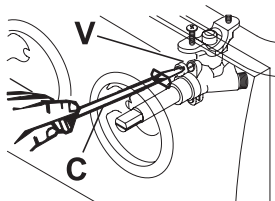
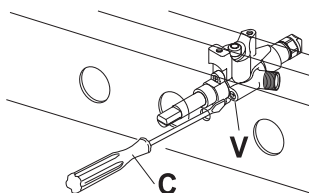

Рис. 4
Рис. 5
- Если кран оборудован устройством газ-контроля, регулировочный винт (V) находится над стержнем (рис. 4) или сбоку стержня (рис. 5).